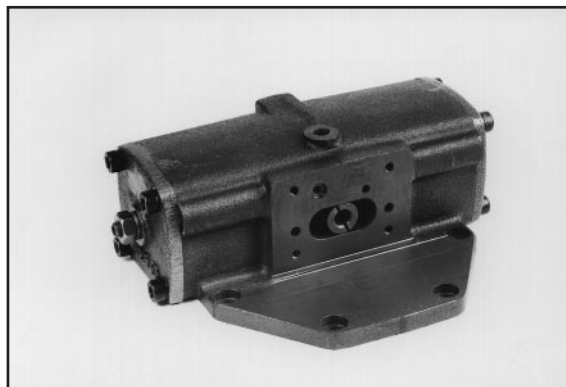

Fig. 39
5.9.3 - Il servocomando (compreso nel coperchio superiore (fig. 39) ha al suo interno un pistone (8) per la movimentazione del piatto oscillante (19).
5.9.3 - Servo control (included in the upper cover (fig. 39) has got a piston (8) inside which moves the swash-plate (19).